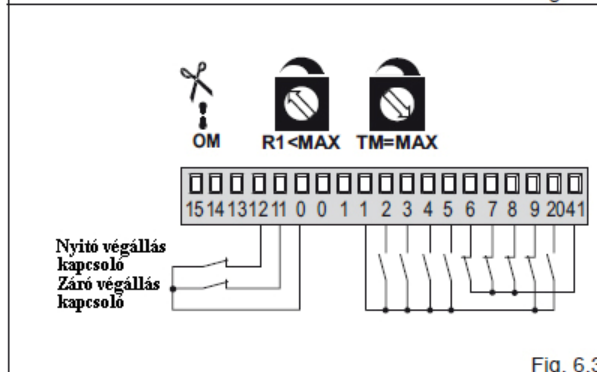

Fig. 6.3
- (Fig. 6.3) Az ajtószárny nekimegy a végállás kapcsolóknak, és akadály érzékeléskor ellenirányú mozgás jön létre.